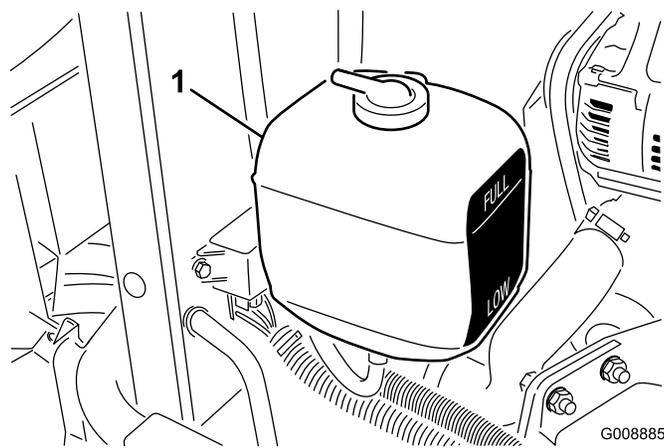

Figura 29
1. Verifique o nível de líquido de arrefecimento do depósito secundário (Figura 29). Num motor arrefecido, o líquido de arrefecimento deve estar entre as marcas existentes no lado do depósito.